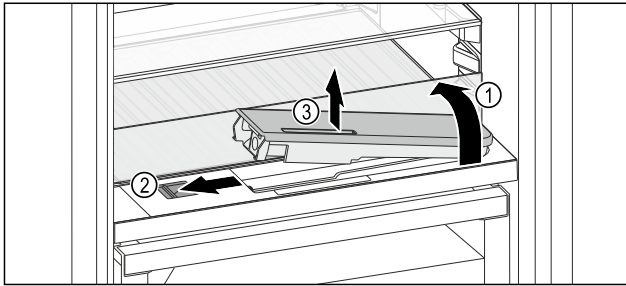

Fig. 116
- ▶ Glasplatte anheben und bis zum Anschlag nach hinten klappen Fig. 116 (1).
- ▶ Schieber Fig. 116 (2) nach links schieben.
- ▶ Wassertank entnehmen Fig. 116 (3).